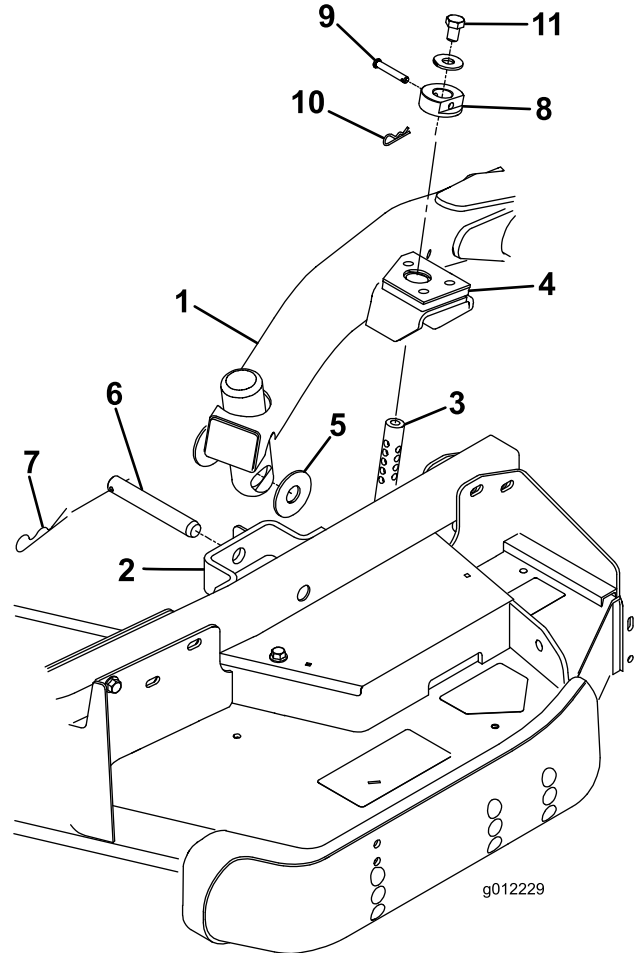

図 5
列させ、昇降アームのパッドに刈高ロッドを挿入できるようにする(図 5)
- 昇降アームをキャスタアームに固定するスラストワッシャ2枚、クレビスピン、ヘアピンコッターを使用する。昇降アームとキャスタアームブラケットの間にスラストワッシャを入れ 図 5、コッターピンを、キャスタアームタブのスロットに差し込んで固定する。
- 刈高ロッドに刈高カラーを取り付け、クレビスピンとヘアピンコッターで固定する 図 5。できれば、クレビスピンの頭をデッキの前に向けておく。
8. 刈高ロッドのそれぞれの上部に、ボルト1/2 x 3/4"とワッシャを取りつける 図 5。